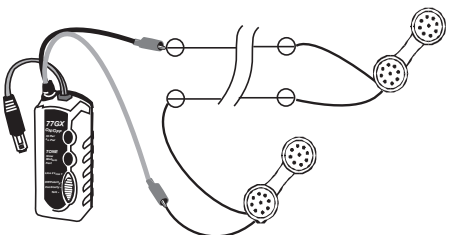

Abb. 2
- Connectez les fils de test en série à un appareil de vérification des téléphones sur le circuit inactif. Voir la figure 2.
- Die Messleitungen in Serie an einem Telefonprüfgerät auf dem inaktiven Schaltkreis anschließen. Siehe Abbildung 2.